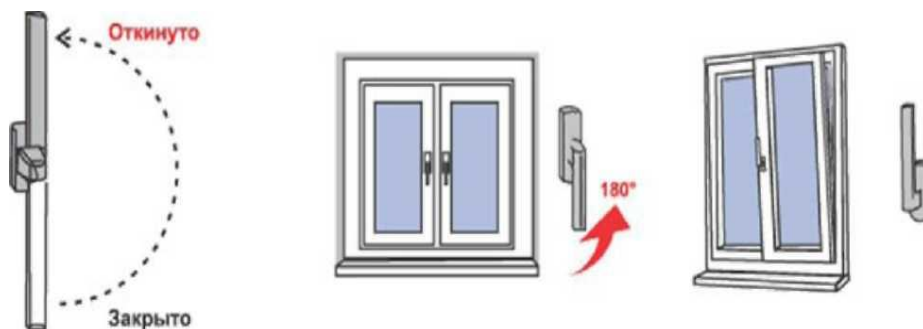

Рис.2
3) Для перевода створки из закрытого положение в откидное (поворот створки относительно нижней горизонтальной оси, положение «Откинyто» на Рис.2) ручку поворачивают вертикально на 180 градусов вверх, затем, потянув за ручку, поворачивают створку относительно нижней горизонтальной оси на заданный изготовителем угол (не более 10 градусов) (откидной режим).
4) Для запираения створки из открытого или откидного положения ее сначала закрывают и, придерживая створку рукой, поворачивают ручку вертикально вниз (положение «Закрyто» на Рис. 2).